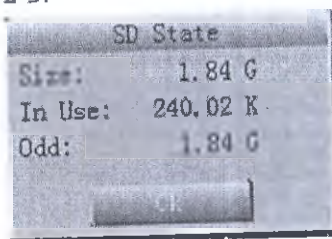

Рис. 13-2-3
2. Нажмите значок , чтобы проверить состояние SD-карты, как показано на рис. 13-2-3.